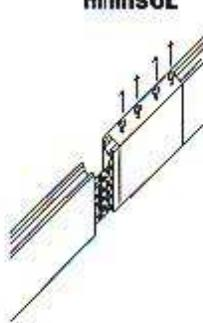

fig. 2
- 2 Dopo tale operazione occorre allentare le viti di tenuta del coprigiunto in PVC già inserito su ciascun elemento, fare scorrere lo stesso fino al suo punto di arresto e serrare a fondo le viti di tenuta (fig. 2).